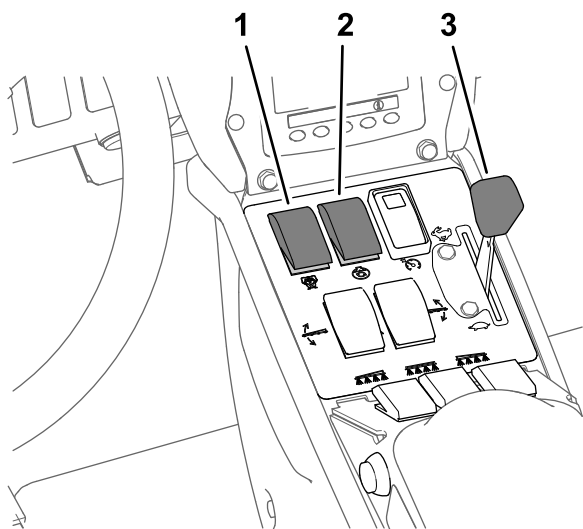

Figura 42
8. Impostate l'interruttore dell'agitatore e l'interruttore della pompa di irrorazione in posizione di ACCENSIONE (Figura 42).
9. Impostate l'acceleratore in posizione VELOCE (Figura 42).
Nota: Questa procedura prevede che la pompa di irrorazione sia accesa; fate riferimento a Figura 42 in Irrorazione in modalità tasso di applicazione \(pagina 38\).
4. Regolate l'acceleratore alla velocità del motore desiderata per irrorare; fate riferimento a Figura 42 in Irrorazione in modalità tasso di applicazione \(pagina 38\).